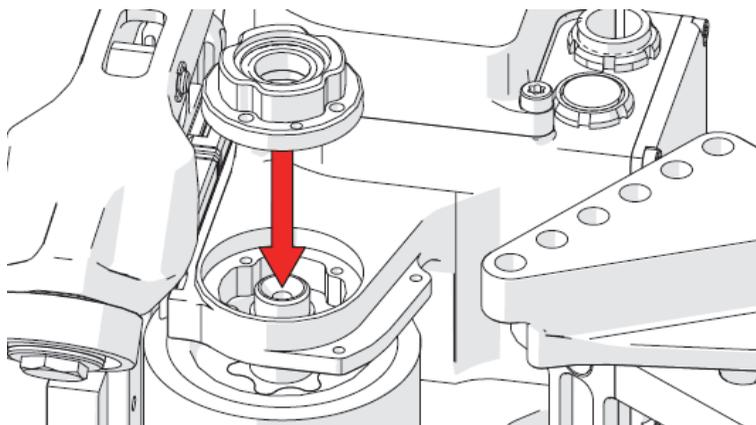

Figure 2-16 Insertion du boîtier de roulement
18. Retournez le boîtier de roulement et insérez-le dans le trou du bras de l'essieu (Figure 2-16 à la page 102).